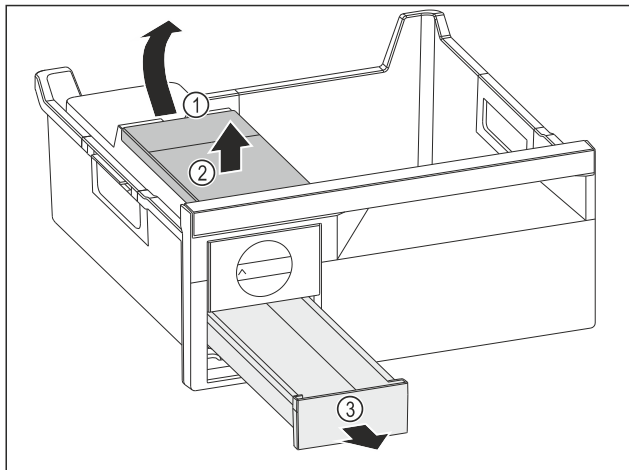

Fig. 143
- ▶ Odobratie nádržky na vodu: Nádržku na vodu nadvihnite za vybranie Fig. 143 (1).
- ▶ Nádržku na vodu Fig. 143 (2) odoberte smerom nahor.
- ▶ Zásuvku na kocky ľadu Fig. 143 (3) odoberte smerom nahor.